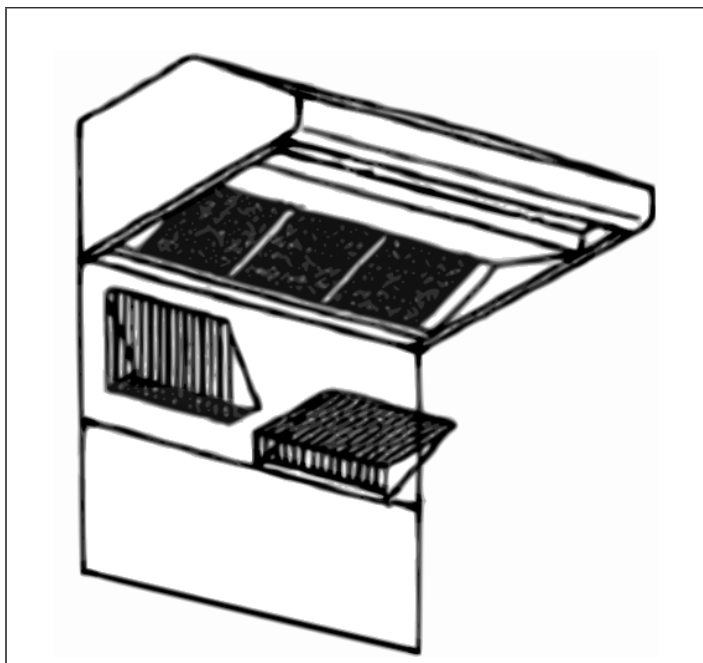

Figura 14: Consola trasera de protección con estante guarda-caliente
- Se puede instalar primero la campana si instala la consola trasera de protección con un estante guarda-caliente ya que este estante cubrirá los tornillos de fijación superiores de la consola trasera de protección (Figura 14).